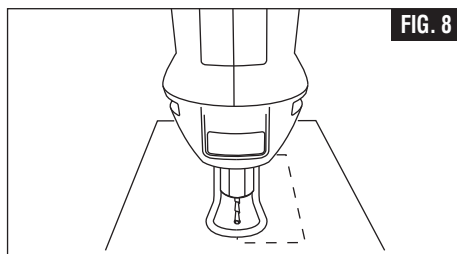

FIG. 8
**Étape 4** : inclinez lentement l'outil à un angle de 90° pour commencer la coupe. Le guide de profondeur doit être au ras de la surface du matériau (Fig. 8).